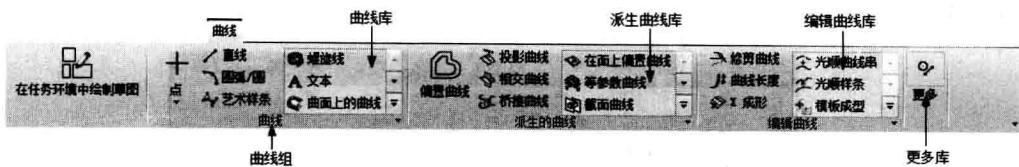

图 1-5 “曲线功能区”的各个组和库
- 功能区: 功能区的命令以图形的方式在各个组和库中表示命令功能,以“曲线”选项卡为例如图 1-5 所示,所有功能区的图形命令都可以在菜单栏中找到相应的命令,这样可以使用户避免在菜单中查找命令的繁琐,方便操作。